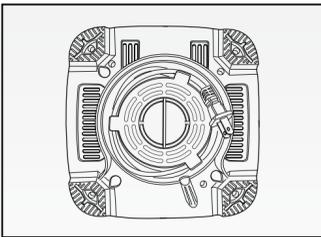

Fig. 6
- La taza (C), la tapa (B), el tapón (A) pueden lavarse también en el lavavajillas, en la bandeja superior.
- Guardar el aparato enrollando el cable eléctrico en su correspondiente sistema de bobinado (Fig. 6).